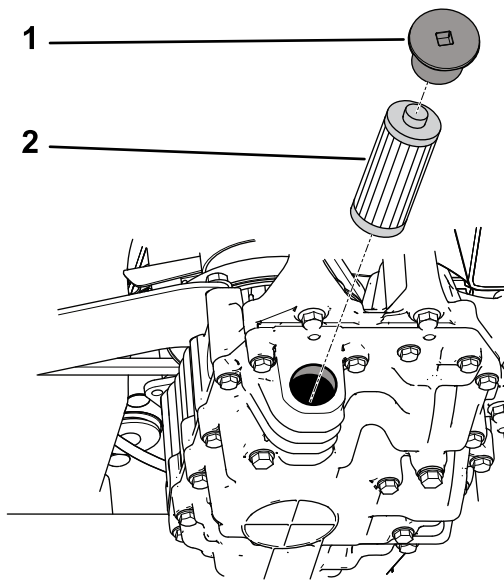

Bild 70
4. Nehmen Sie die Filterkappe ab und ziehen Sie den Filter aus dem Getriebe heraus (**Bild 70**).